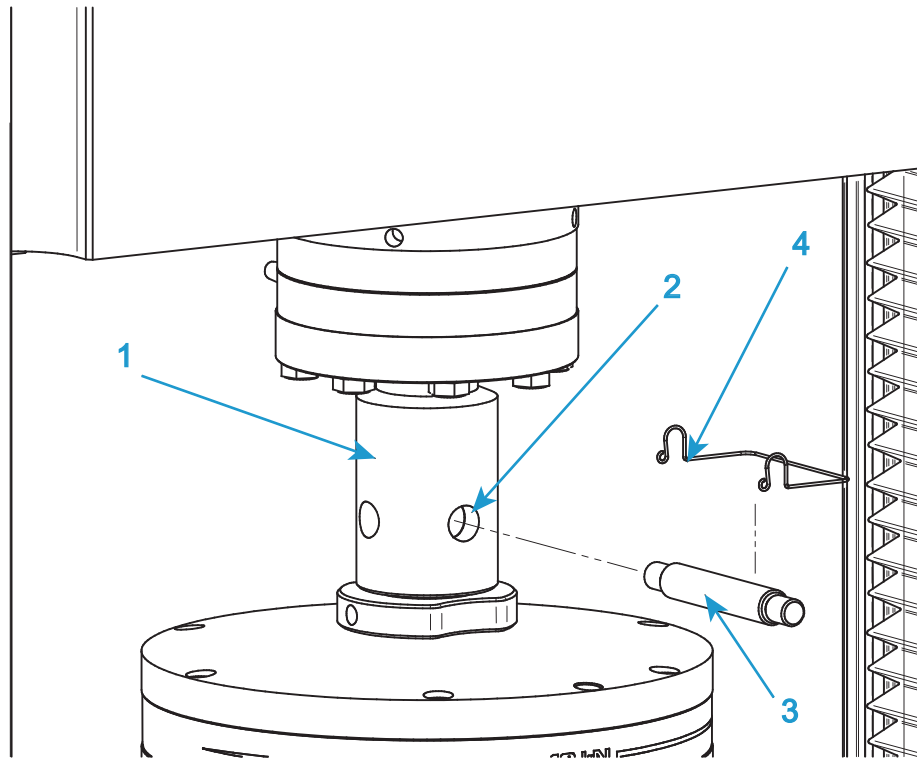

図25. 一般的なグリップの取り付け
この手順を実行するときは、107 ページの 図 25 を参照してください。
1. 上側グリップでは、グリップのアダプタをロードセル アダプタのメス クレビス ソケット (図 25 の 1) に挿入します。
2. クレビス穴 (図 25 の 2) の位置を合わせ、クレビス ピン (図 25 の 3) を穴に差し込みます。
3. クレビス ピン クリップ (図 25 の 4) でクレビスを所定の位置に固定します。